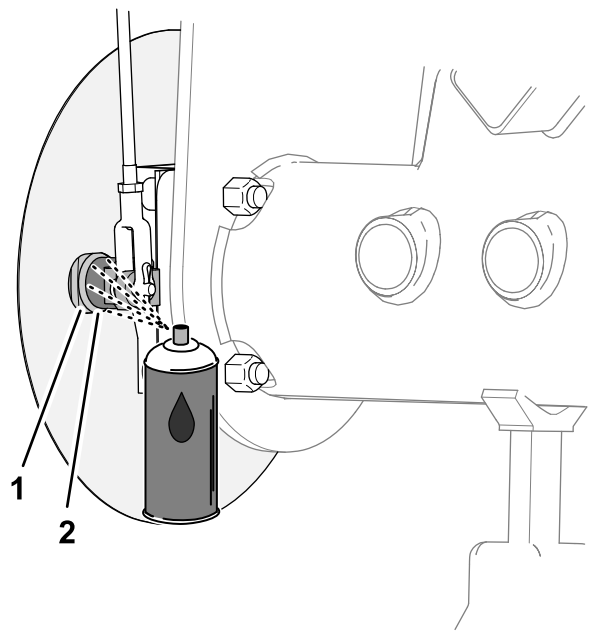
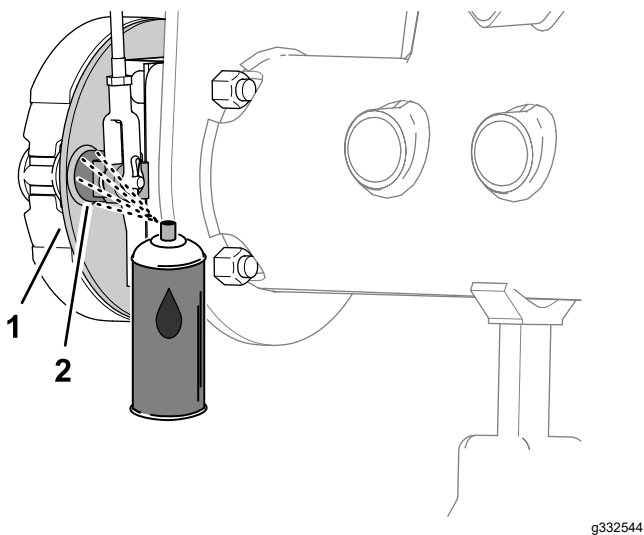

図 70
図 69
1. ブレーキのバックリングプレートの機体中心側ガラスシールド非装着車の場合または、ホイールシールドの機体中心側ガラスシールド装着車の場合に、ブレーキのカムシャフトとバックリングプレートとの間に浸潤性のオイルをスプレーする 図 69または 図 70。